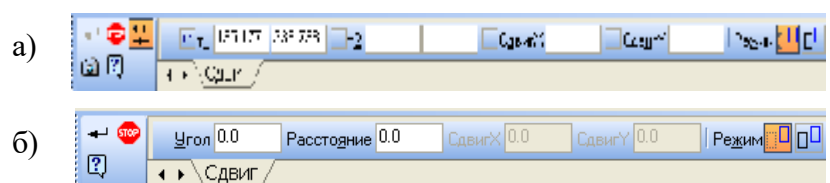

Рис. 4.2. Ввод параметров при сдвиге объектов
**Сдвиг Y** панели свойств (рис. 4.2а).
Команда **Сдвиг по углу и расстоянию** осуществляет перемещение выделенных объектов по вектору, заданному углом наклона к оси **X** (поле **Угол**) и его длиной (поле **Расстояние**) (рис. 4.2б). Для переноса фрагментов, состоящих из нескольких примитивов, необходимо:
Для того чтобы оставить изображение предыдущего фрагмента, необходимо включить соответствующий режим в **Панели свойств**  – **Оставить исходные объекты** или  – **Удалять исходные объекты**. Положение базовой точки и сдвиг по осям **X** и **Y** возможен с помощью ввода соответствующей информации в окнах **Панели свойств** (рис. 4.2а,б).